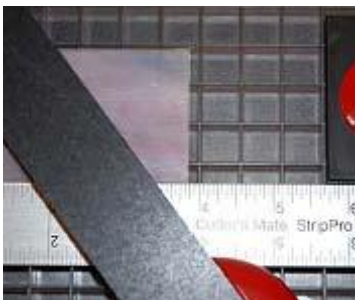

Abbildung 5
5. Machen Sie ein Orientierung schnitt auf Ihre Glas Streifen. (Abbildung 5)